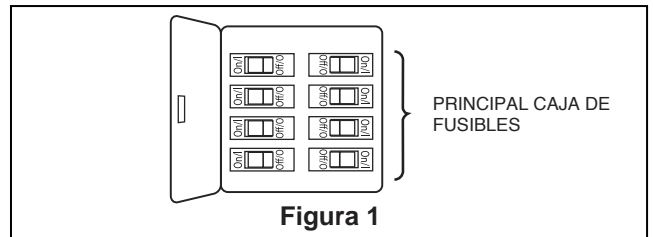

Figura 1
1. Extraiga la pieza de la bola colgante de la unidad de la bola colgante / varilla aflojando el tornillo de presión de la bola colgante hasta que la bola se libere de la varilla. Retire el pasador del barral y luego extraiga la semiesfera. Conserve el pasador y la semiesfera para su reinstalación en el Paso 6. (Figura 1)
Para evitar una posible descarga eléctrica, asegúrese de cortar la alimentación eléctrica de la caja de fusibles principal antes de colgar el ventilador. (Figura 1) **NOTA:** Si no está seguro de si la caja de salida tiene conexión a tierra, pida consejo a un electricista certificado, ya que debe tener conexión a tierra para un funcionamiento seguro.
Para evitar una posible descarga eléctrica, asegúrese de cortar la alimentación eléctrica de la caja de fusibles principal antes de alambrado el ventilador. (Figura 1)
1. Deslice con cuidado las aspas a través de la ranura, como se muestra. Asegúrese de que la muesca de la pala esté completamente colocada en el tornillo hexagonal de cabeza hueca. Fije las ocho palas correctamente usando las placas de las palas y los tornillos de cabeza de botón. (Figura 1)